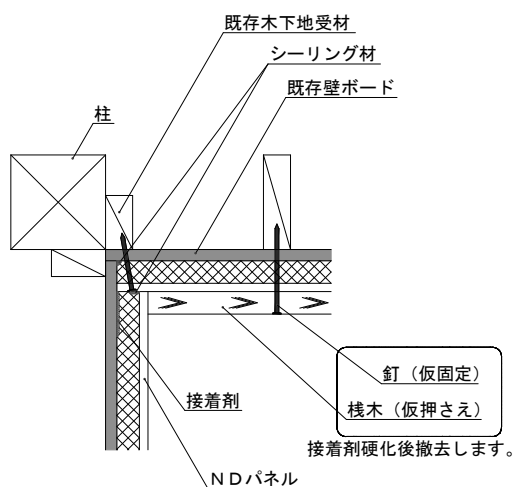

図8 壁一壁の入隅部納まり図 (例) 接着剤固定
- ・ 既存木下地受材が小さい、又は断熱材厚さが厚い等で、ビスの斜め打ちで固定がしっかりできない場合は、図8のように接着剤を使用して下地ボードに固定します。なお、接着剤が硬化するまで、栈木等を使い仮押さえしてください。